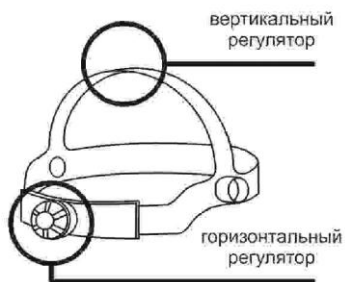

Рис.1
1. Горизонтальная регулировка размера головы (Рис.1): Нажмите на регулятор и, поворачивая трещотку, крутите ее по часовой стрелке, чтобы уменьшить размер, а против часовой, чтобы увеличить. Маска должна плотно сидеть на голове. Регулятор находится позади маски.
2. Вертикальная регулировка размера головы (Рис.1): Уменьшая или увеличивая размер ремня, отрегулируйте, чтобы глаза сварщика находились в средней части светофильтра.